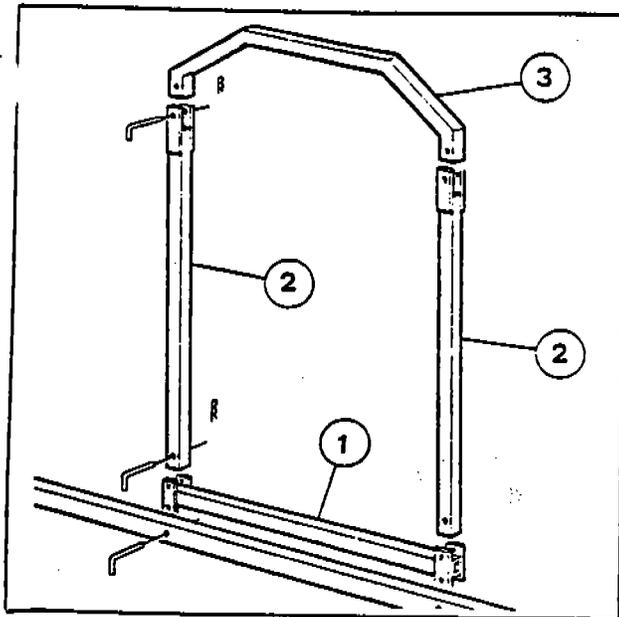

Fig. 22
b) For the bridge structure (Fig. 22):
1) Insert the horizontal support (1) and stop it with pins and safety clips.
2) Insert the columns (2) on the support (1) and secure them with pins and clips.
3) Insert the upper rail support (3) on the columns (2) and secure it with pins and safety clips.
b) Per le gambe con doppio percorso galleria (Fig. 22), controllando sempre le sigle riportare sulle estremità, procedere come sotto-descritto.
1) Inserire il traverso/gamba (1) e fermarlo in posizione con relative spine e copiglie.
2) Inserire le prolunghe (2) sulla traversa/gamba (1) e fermarla in posizione con relative spine e copiglie.
3) Inserire la traversa superiore (3) nelle prolunghe (2) e fermarla in posizione con relative spine copiglie.